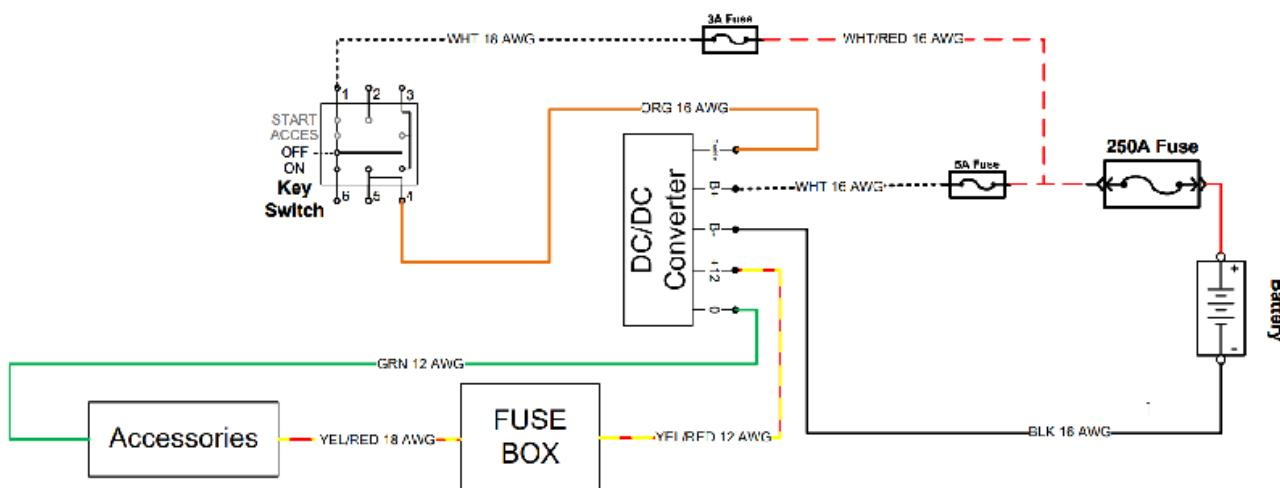

Figure 53. Inspection des bornes d'entrée et de sortie du convertisseur CC/CC.
- 1.1. Vérifier la présence d'une tension entre la borne positive (B+) (fil blanc) et la borne négative (B-) (fil noir) du convertisseur CC/CC (comme illustré à la figure 53).
- 1.2. Vérifier la présence d'une tension entre le fil orange et la borne négative (B-) (fil noir) du convertisseur CC/CC (comme illustré à la figure 53).
- 2.1. Vérifier la présence d'une tension entre le fil jaune/rouge et le fil vert du convertisseur CC/CC (comme indiqué dans la figure 53).